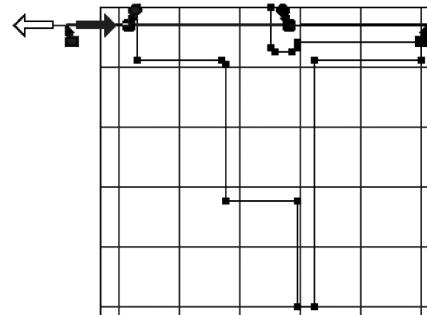

图 2-43 选择加工标记
- 31) 左键双击工作群组 WG1 的眼睛图标。这可以帮助用户恰当地选择加工标记, 如图 2-43 所示。